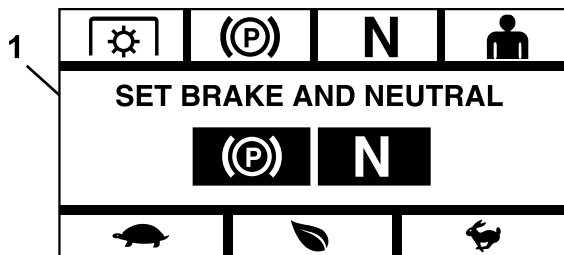

Figura 14
**Nota:** Disinnestare il freno di stazionamento o spostare le leve di comando del movimento dalla posizione di BLOCCO IN FOLLE in qualsiasi momento annulla il processo e vi invita a inserire il freno di stazionamento e a spostare le leve di controllo di movimento nella posizione di BLOCCO IN FOLLE (Figura 14).